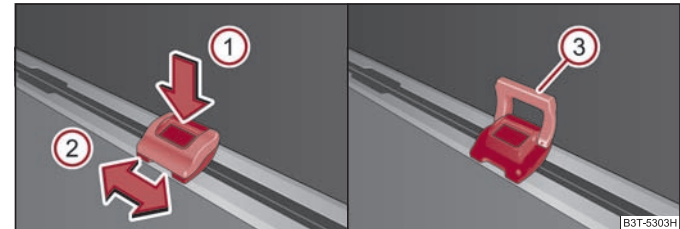

Abb. 92 Verschiebbare Verzurrösen
- Drücken Sie die Taste ① ⇒ Abb. 92 und schieben Sie die Verzurröse in die gewünschte Position, Pfeil ②.
- Klappen Sie den Bügel ③ ⇒ Abb. 92 hoch und bringen Sie z. B. das Befestigungsnetz an. ■